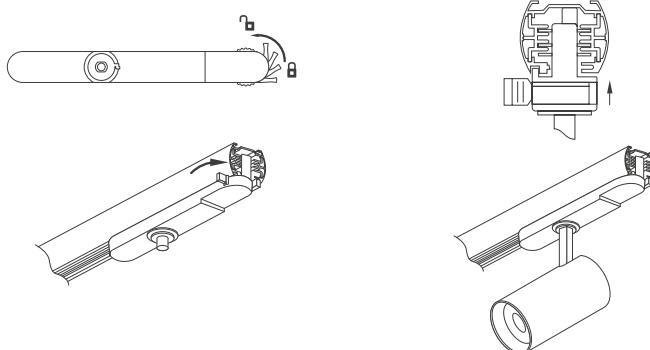

Рис. 3. Установка светильника в трек
- 3.4. На коннекторе питания открутите винт и снимите крышку. Подсоедините провода, подводящие питание, к винтовым клеммам согласно рис. 3. Используйте 5-жильный кабель. Обязательно подключите защитное заземление к клемме GND.